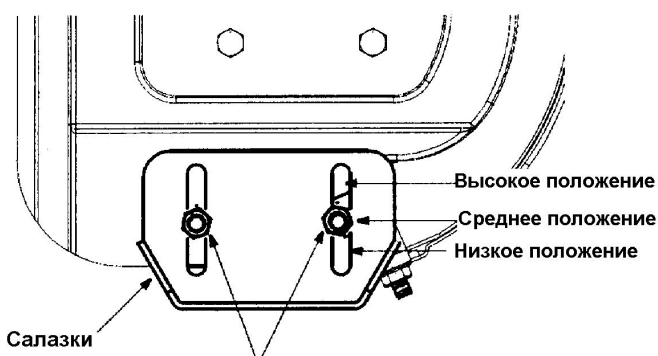

Рис. 11
1. Отрегулируйте направляющие салазки, ослабив четыре контргайки и крепежные болты, затем передвиньте салазки в желаемое положение (см. рис. 11).